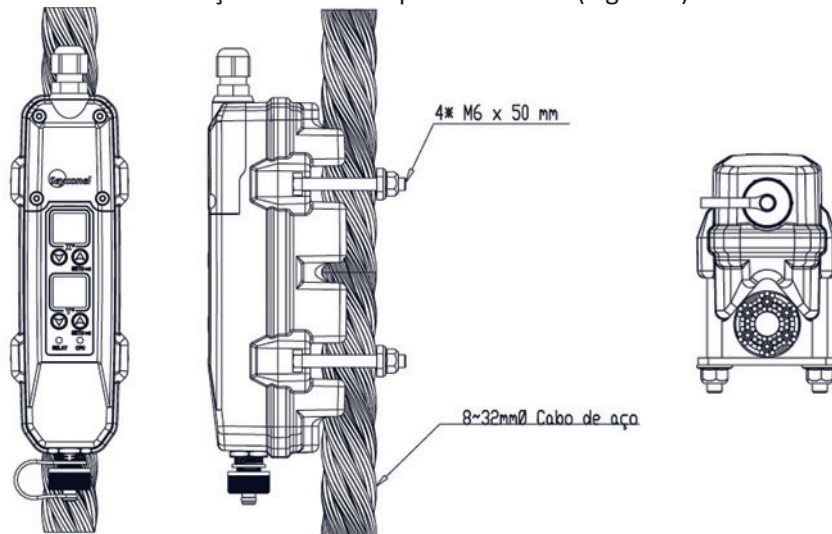

FIGURA 4 - VISTAS INCLINÔMETRO
2. Verifique se as conexões elétricas e mecânicas estão corretas conforme sugestão de ligação na Figura 4. O equipamento também pode cortar outros movimentos com a adição de relés de interface no painel da ponte.